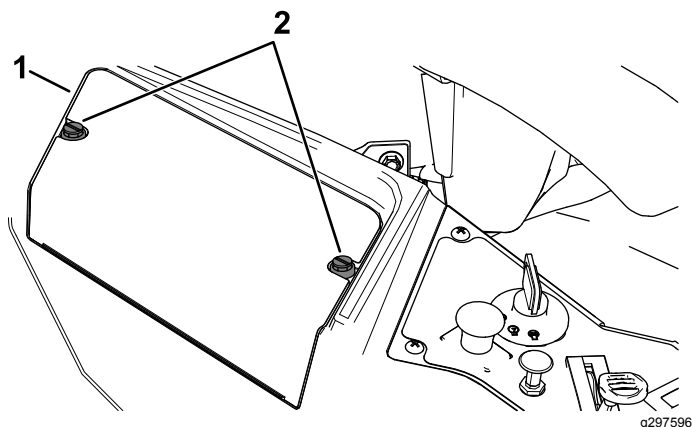

Figure 55
3. Desserrez les 2 fixations sur le couvercle de la batterie en les tournant de 1/4 de tour dans le sens antihoraire, et déposez le couvercle (Figure 55).
6. Reposez le couvercle de la batterie en appuyant dessus et en serrant les 2 fixations dans le sens horaire (Figure 55).